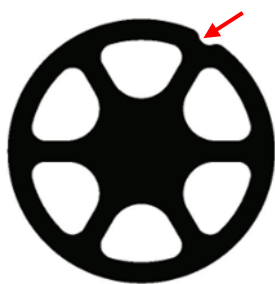

Fig. 6: Kalrez®, clapet standard
- DuPont™Kalrez® présente une entaille sur le contour extérieur (voir Fig. 6)